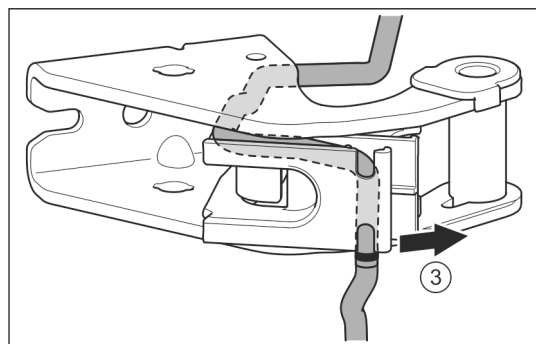

Fig. 25
- ▶ Освободете кабела от водача. Fig. 25 (3)